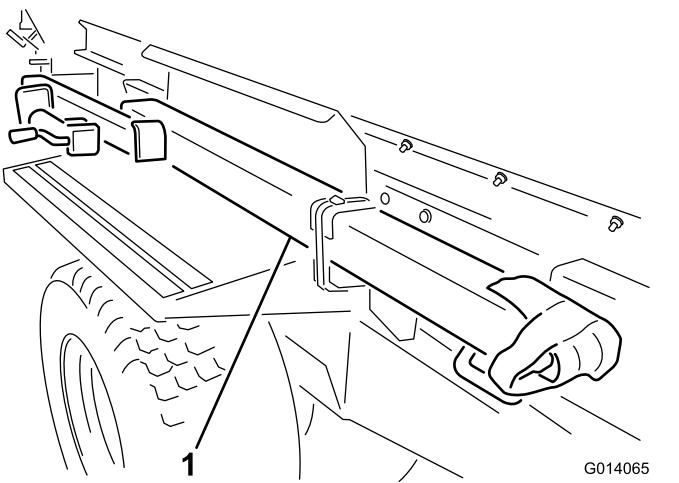

Figura 3
3. Rimuovete l'attacco di traino dalla posizione di spedizione tagliando entrambe le reggette che lo fissano al parafango (**Figura 3**). Rimuovete entrambe le staffe di montaggio dal parafango ed eliminatele.